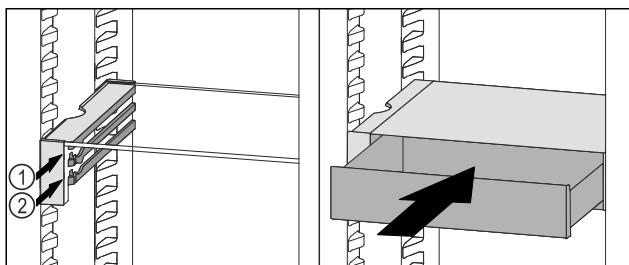

Fig. 91
- Așezați sertarul VarioSafe în spatele opritoarelor pe nervura dorită Fig. 91 (1) sau Fig. 91 (2).